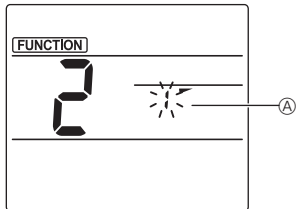

Fig. 3-2
- ② Выбор номера дефлектора (Fig. 3-2)